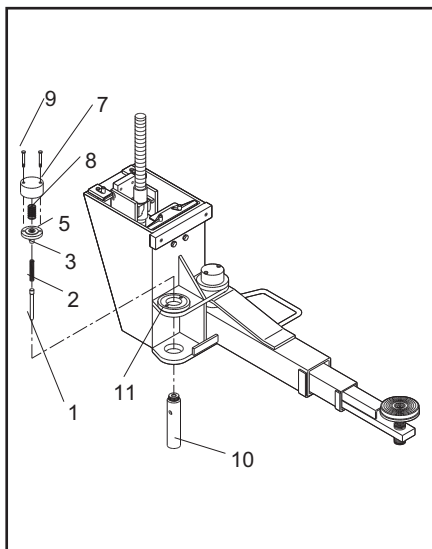

Fig.41 Abb.41
4 - (Fig.41) Inserire il perno spingimolla (1) nella spina dentata (10) e successivamente la molla (2), avendo cura di ingrassare le suddette parti prima di montarle.
4 - (Fig.41) Insert the spring pressure pin (1) into the hollow core of the splined dowel pin (10) and then fit the spring (2). Grease the parts before assembling.
4-Fig. 41) Enfiler la tige poussoir (1) dans l'axe cranté (10), puis le ressort (2) après avoir enduit ces pièces de graisse.
4 - (Abb.41) Den Federdrückzapfen (1) und dann die Feder in den gezahnten Stift (10) einsetzen; beachten, daß diese Teile vor dem Einsetzen gut geschmiert werden.
4 - (Fig. 41) Introducir el perno para la fijación del resorte (1) en la espiga (10) y a continuación el resorte (2), teniendo cuidado de engrasar estas partes antes de montarlas.